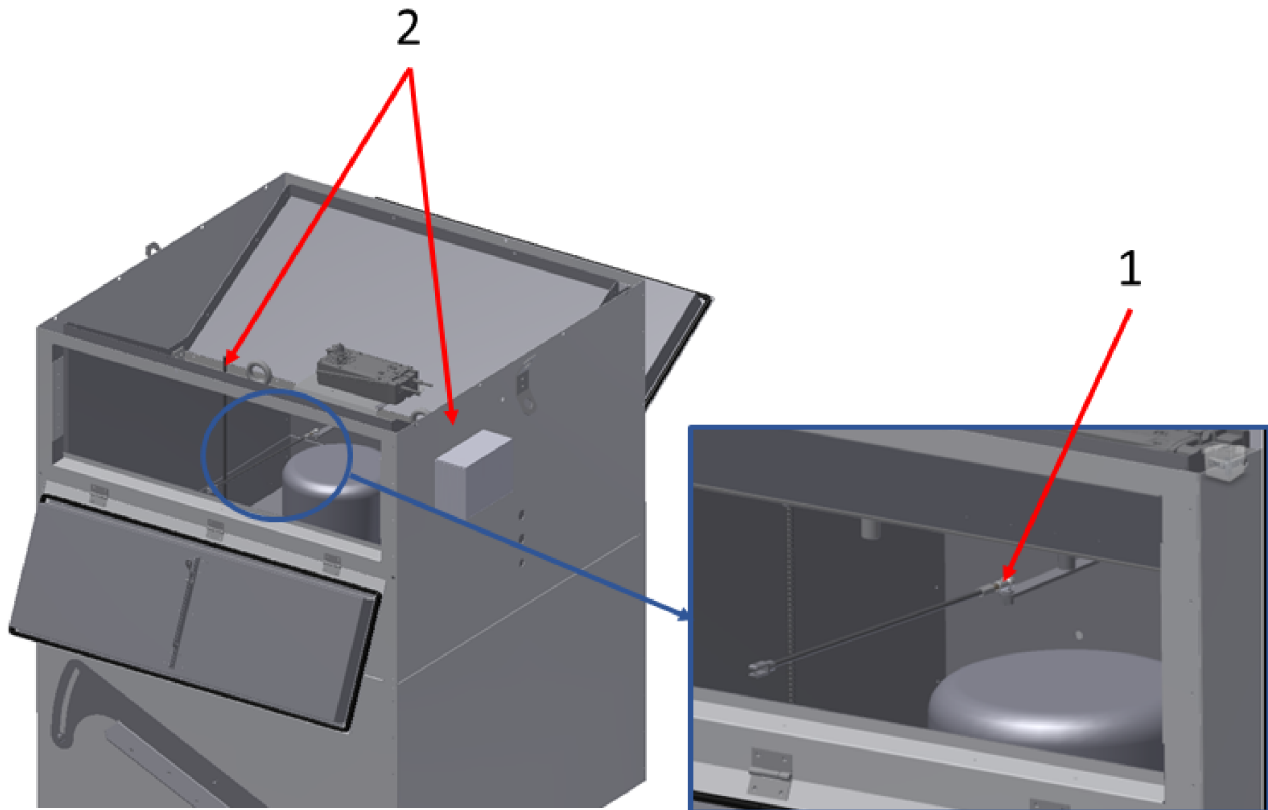

Abb. 25: Demontage Klappengestänge
9. ▶ Klappengestänge am Winkelgelenk ( Abb. 25 /1) demontieren (beidseitig durchführen)
13. ▶ Wie in Abb. 25 /2 dargestellt, sind zwei Gewindestangen im Leitblech verschraubt. Die oben sitzende Mutter von der Gewindestange entfernen.